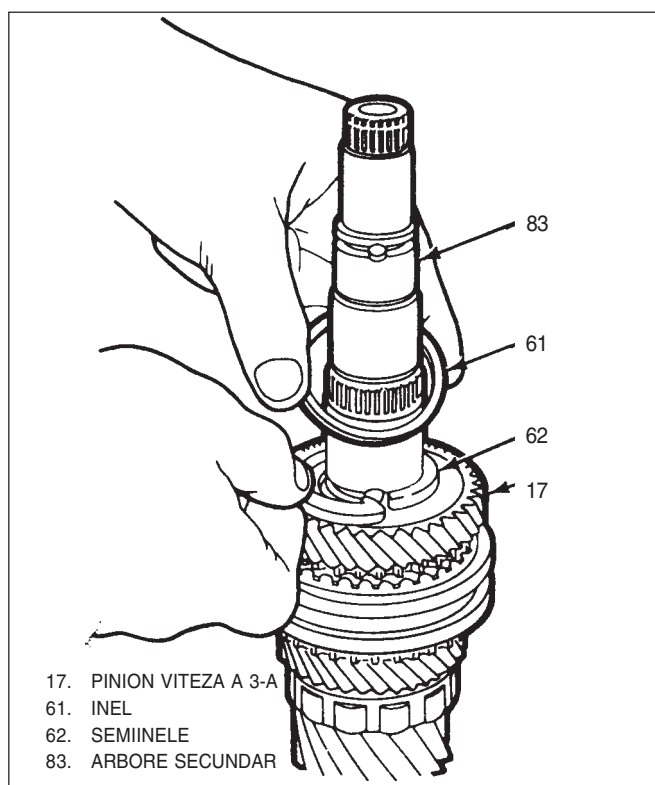

Fig. 38 Montare inel și semiinele
10) Semiinele distanțiere(62) și inel reținere(61), Fig 38.
11) Colivie cu ace pinion viteza a 2-a(90) pe arbore.